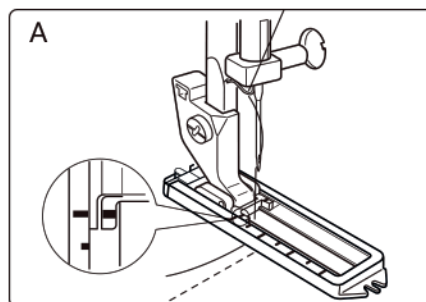

рис. 1
Б. Опустите иглу в точку начала шитья. Затем опустите лапку. Выметайте левую сторону петли (рис. 1 – 1).
Д. Установите регулятор длины стежка на **3** (рис. 1 – 3). Выметайте правую сторону петли той же длины, что и левая сторона.
Е. Установите регулятор длины стежка на **4/2** (рис. 1 – 4). Сделайте 5-7 стежков по нижней стороне петли.
1. Прикрепите лапку для молнии (подробнее см. стр. 6). При вшивании молнии по правой стороне прикрепите лапку для молнии, как показано на рис. 1 - 1. При вшивании молнии по левой стороне прикрепите лапку молнии, как показано на рис. 1 - 2.
1. Сначала обработайте край. На тонких тканях сделайте подгибку, на тканях средней плотности и толстых тканях обработайте краеобмёточным швом зигзаг (рис. 1 – 1 и рис. 2 – 1).
Затем заложите край на необходимую ширину (рис. 1 – 2 и рис. 2 – 2) и закрепите булавками.